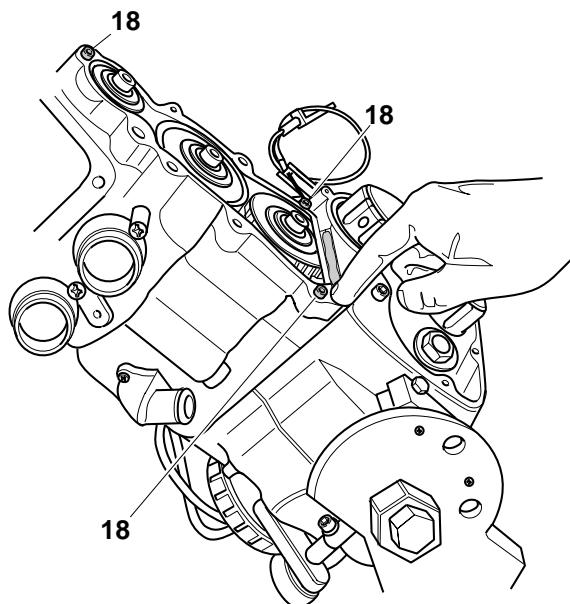

Fig.63
16. Dopo aver inserito le 3 spine cilindriche "18", pulire le superfici di contatto del carterino della distribuzione del motore e applicarvi la pasta al silicone per tenuta meccanica come illustrato in fig. 63.
17. Posizionare correttamente il carterino centrando sulle spine "18" (Fig. 63) e serrare le 6 viti (TCEI M 6 x 20) di fissaggio.
16. After to have inserted the 3 pins "18", cleaning the surfaces of contact of distribution cover of the engine and applying silicon paste for mechanic farm how illustrated in figure 63.
17. To install correctly cover hitting the centre it on the thorns "18" (Fig. 63) and tightning the 6 screws (TCEI M 6 x 20).
16. Nach Einsetzen der 3 Stifte "18", die Berührungsflächen des Deckels der Motorsteuerung und die Silikonpaste für die mechanische Dichtigkeit auftragen: siehe Abb.63.
17. Den Deckel auf den Stiften "18" (Abb. 63) zentrieren und die 6 Schrauben (TCEI M6x20) festziehen.
16. Après avoir inséré les 3 chevilles cylindriques "18", nettoyer les surfaces de contact du petit couvercle de la distribution du moteur et appliquer la pâte au silicone pour étanchéité mécanique: voir fig. 63.
17 Centrer le petit couvercle sur les chevilles "18" (Fig. 63) et serrer les 6 vis (TCEI M6x20) de fixation.